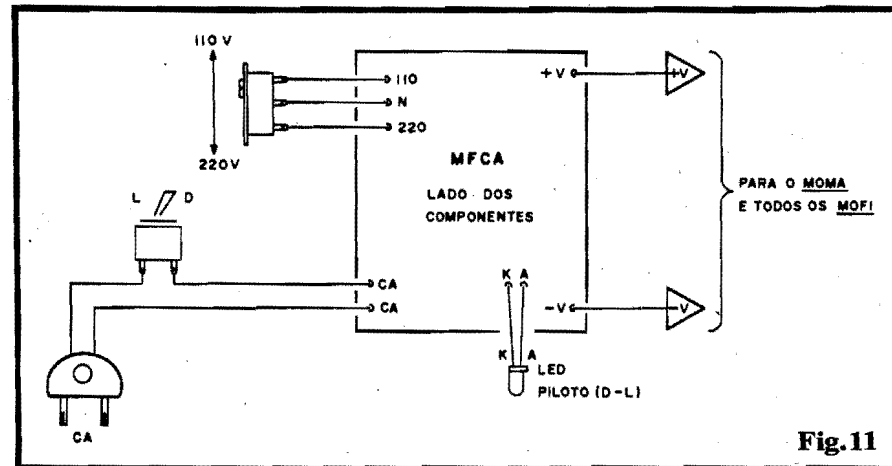

Fig.11
- FIG. 11 - CONEXÕES EXTERNAS DO MFCA - Observar a identificação dos terminais do LED piloto, polaridade da saída, ligações do "rabicho"/chave à C.A. e - principalmente - as conexões à chave de Tensão (110-220). Muita atenção...